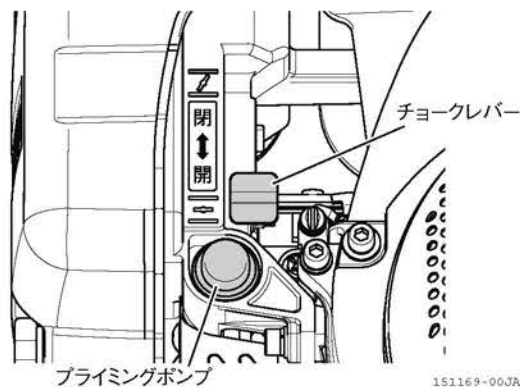

図 2-40
6. プライミングポンプを押して、燃料をキャブレターに送ります。(図 2-40)